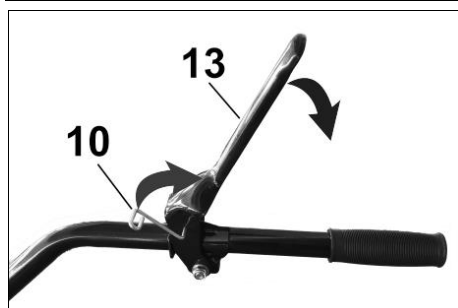

Fig.20
Le levier d'embrayage est activé par deux actions : poussez le verrou de la poignée (10) et abaissez le levier (13). (Fig. 20)